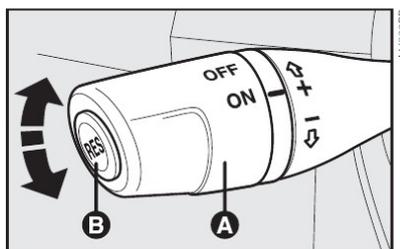

fig. 71
COMANDOS - fig. 71
O piloto automático é comandado pela alavanca **A**-fig. 71.
- 1) Apertando o pedal do acelerador e em seguida memorizando a nova velocidade atingida (posicionando a alavanca **A**-fig. 71 para cima (+) por pelo menos três segundos);